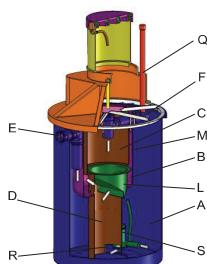

Рис. 5. Аэратор
Первичная сточная вода постоянно перемешивается с образующейся активной биологической массой. Таким образом, улучшается качество очистки. Очищенная на 50-60% сточная вода самотеком через выходной патрубок поступает на станцию аэрации (Рис. 5).
После предварительной обработки в септике-отстойнике сточная вода через входной трубопровод Е (Рис. 5) поступает в аэротенк для дальнейшей очистки. В емкости «А» аэротенка вода насыщается кислородом воздуха (аэрируется) при помощи погружного насоса (S). Одновременно с этим происходит интенсивное перемешивание аэрированной воды.
Аэрированная смесь перетекает из емкости оксидирования-нитрификации «А» (Рис. 5) в емкость «В», через первую серию отверстий (T1), проделанных в верхней части ускорителя (M) и стекает по вертикали вниз. В нижней зоне емкости «В» поток перетекает в емкости (C) и (D) через вторую серию отверстий (T2).